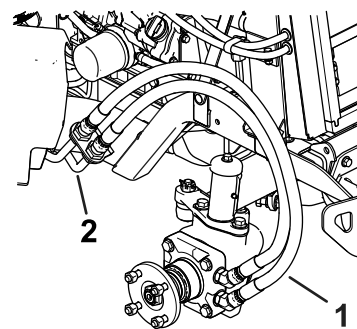

Figura 9
1. Remova os tubos hidráulicos existentes das linhas hidráulicas em frente da roda e instale imediatamente as tampas nas linhas hidráulicas (Figura 9 e Figura 10).